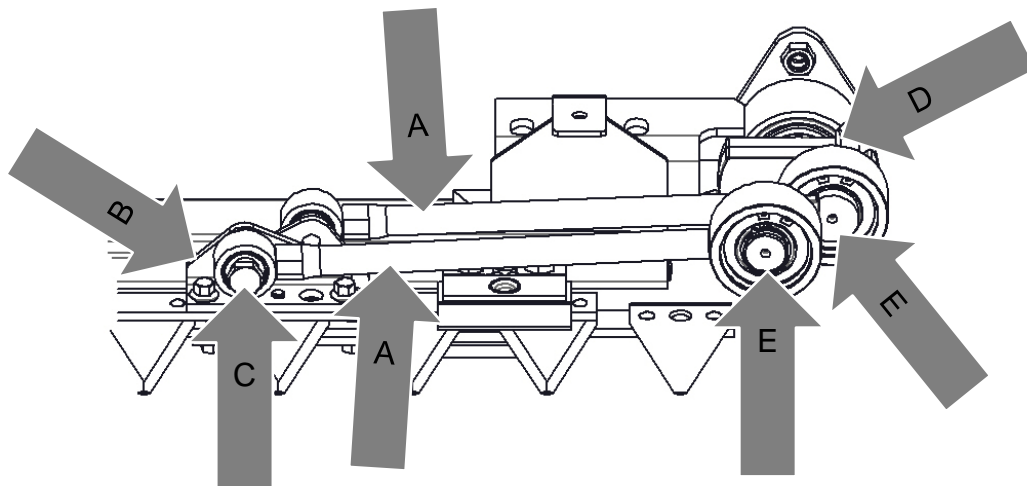

Abb. 9
Die Kurbelwelle ist unbedingt so zu stellen, dass der Totpunkt erreicht ist. Erst dann darf die Befestigungsschraube (C) der Gummi-Metallbuchse festgezogen werden. (siehe Abb. 9)